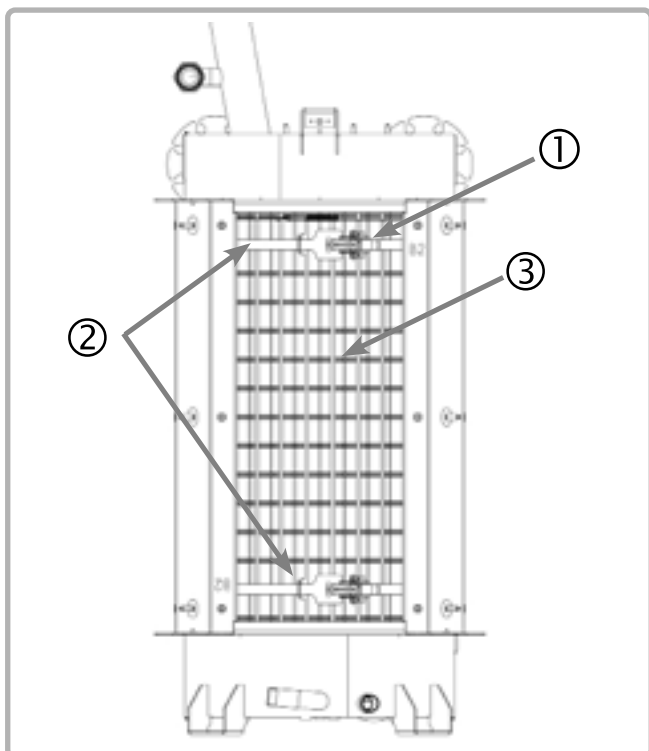

figura 47 - Desmontaje de los deflectores
- Coloque la brida de sujeción (el texto grabado "UP" debe permanecer visible y la guía interna debe estar ubicada sobre el eje trasero de la caldera - ver figura 47).
- Ejerza presión y gire la manija hacia la derecha para bloquear la cabeza (ver figura 47).